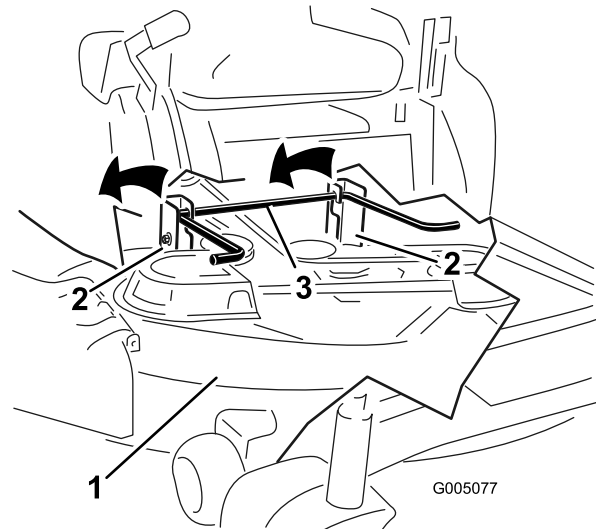

Figura 74
7. Eleve la carcasa de corte y separe ésta y las pletinas de suspensión de la varilla de elevación trasera; luego baje el cortacésped con cuidado al suelo (Figura 74).
5. Eleve la parte trasera de la carcasa de corte y coloque los soportes sobre la varilla de elevación trasera (Figura 74).